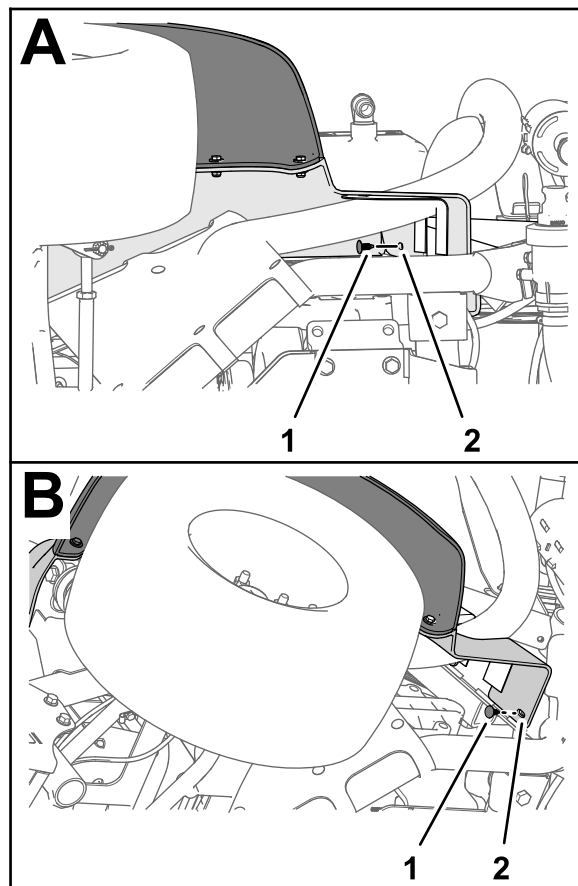

图218
5. 用 2 个压入式紧固件将挡泥板固定到机架槽上 图218。